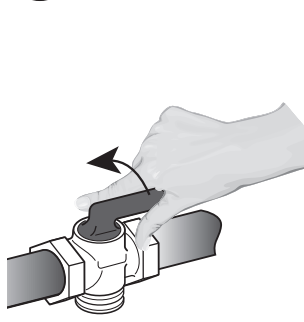

Figure 15
- Fermez l'alimentation en gaz de la table de cuisson en fermant la valve d'arrêt manuelle (voir figure 15).